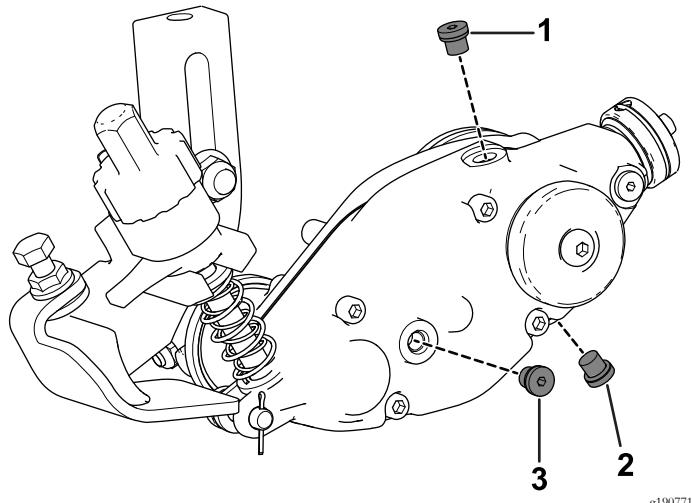

図 11
- 4. グルーマハウジングの上部にある補給プラグを外す図 11。